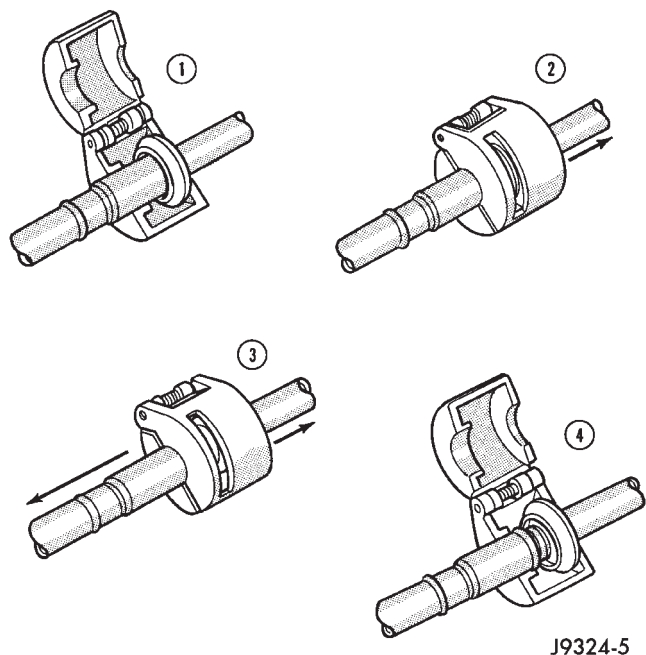

Fig. 4 Desconexão do Engate da Mola de Trava da Linha de Refrigeração
(1) Recupere o líquido refrigerante do sistema de refrigeração. Consulte “Recuperação do Líquido Refrigerante”, na seção “Procedimentos de Manutenção” deste grupo.
(2) Remova o clipe secundário do engate da mola de trava.
(3) Encaixe a ferramenta de desconexão de linha do A/C de tamanho adequado (Kit de Ferramenta Especial 7193) sobre a gaiola de engate da mola de trava (Fig. 4).
(4) Feche as duas metades da ferramenta de desconexão da linha de A/C em torno do engate da mola de trava.
(5) Empurre a ferramenta de desconexão da linha de A/C para o lado aberto da gaiola do engate para